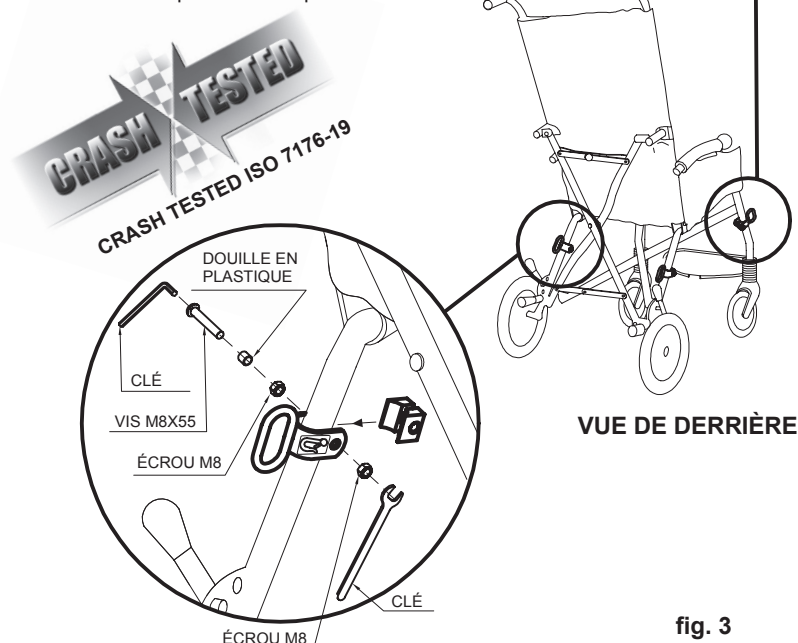
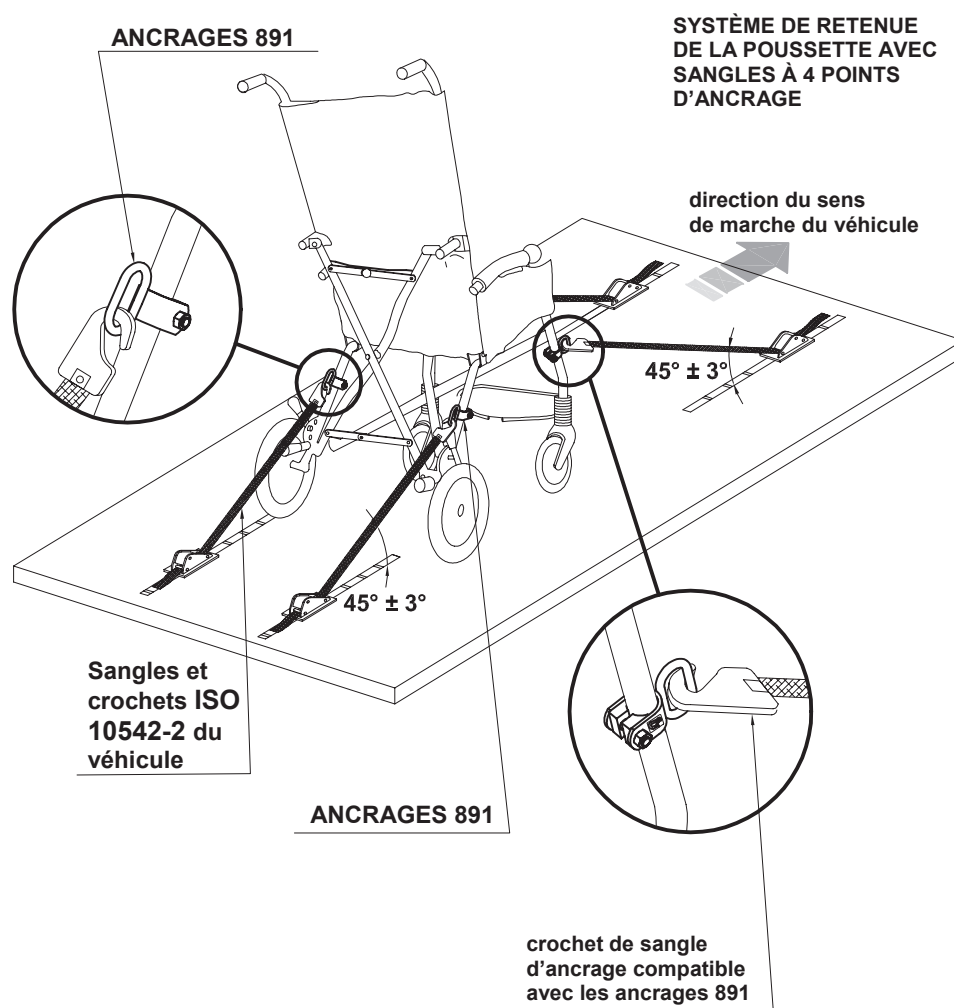

fig. 3
fig. 4
- **L'ENFANT ASSIS DANS LA POUSSETTE DOIT ÊTRE POSITIONNÉ DANS LE SENS DE LA MARCHÉ DU VÉHICULE EN MOUVEMENT** (v. fig. 4 page 11).
- **LE VEHICULE DOIT ÊTRE ADAPTÉ AU TRANSPORT DE FAUTEUILS / POUSSETTES ORTHOPÉDIQUES CONFORMÉMENT À LA NORME ISO 7176-19** (v. fig. 4 page 11)
- **LA POUSSETTE DOIT ÊTRE ANCRÉE AU VEHICULE** par le biais de : 1) **un système de sangles d'ancrage à 4 points conforme à la norme ISO 10542-2, fourni avec le véhicule** (v. fig. 4 page 11) et 2) **l'accessoire 891 – ANCRAGES** (v. fig. 1 et 2 page 9, fig. 3 page 10 et fig. 4 page 11)